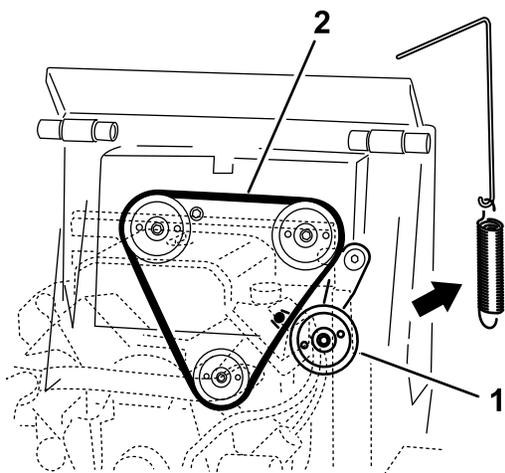

Рисунок 53
5. Снимите пружину натяжного ролика с натяжного ролика в сборе (Рисунок 53).
7. Установите новый ремень привода на три шкива (Рисунок 53).